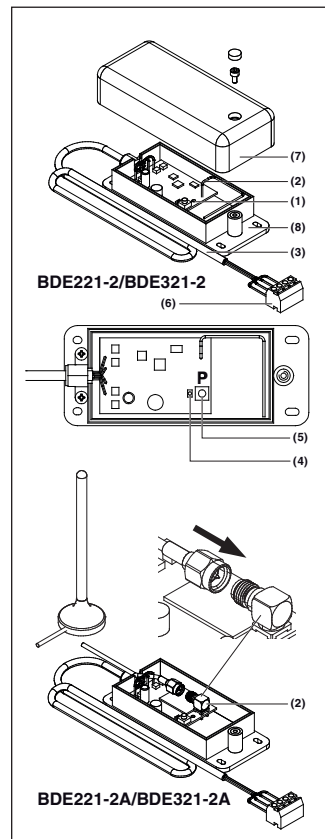

Fig. 1
2.1 Empfänger BDE221-2/ BDE221-2A/ BDE321-2 / BDE321-2A (Fig. 1)
2.1 Récepteur BDE221-2/ BDE221-2A/ BDE321-2 / BDE321-2A (fig. 1)